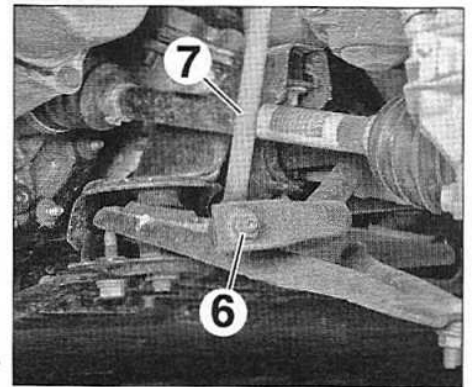

FIG.33
• Déposer l'écrou inférieur (6) de la biellette de liaison, en contre-serrant la rotule à l'aide d'une clé à empreinte Torx (Fig.33).